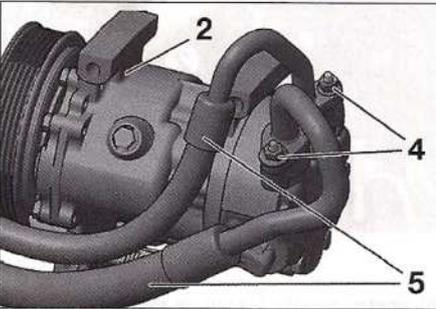

FIG. 41
- Desmontar los tornillos (3) parcialmente, y desmontar las tuercas (4) (Fig.41).